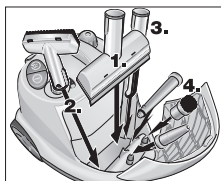

Fig. 10: Tilbehørsrom
- Legg hånddysen, vindusdysen, punktstråledysen og smådeler i tilbehørsrommet (se fig. 10).